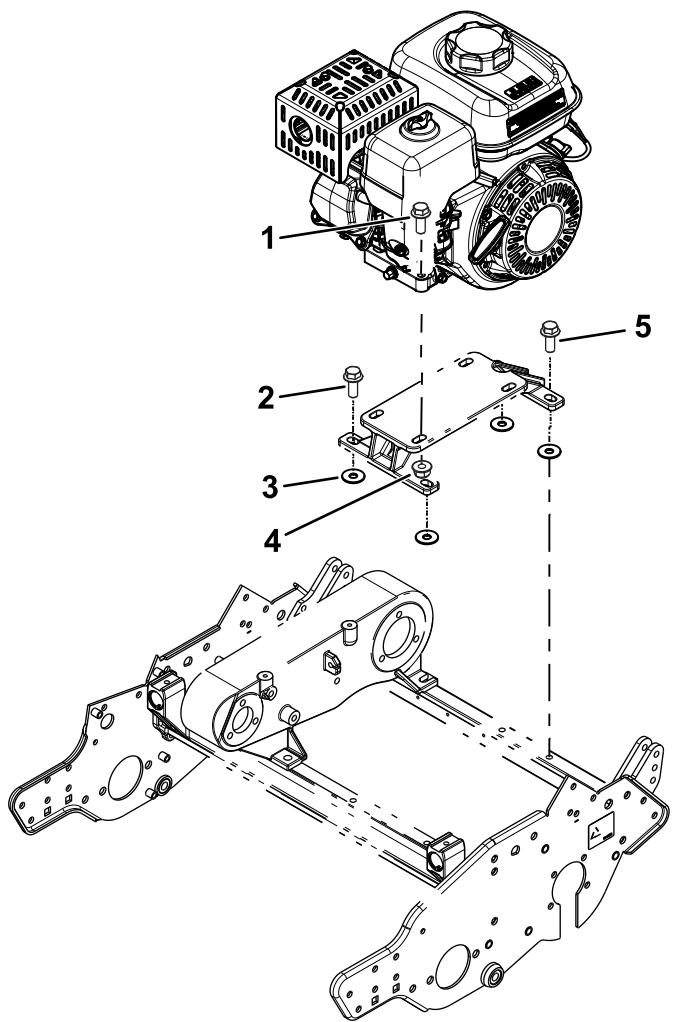
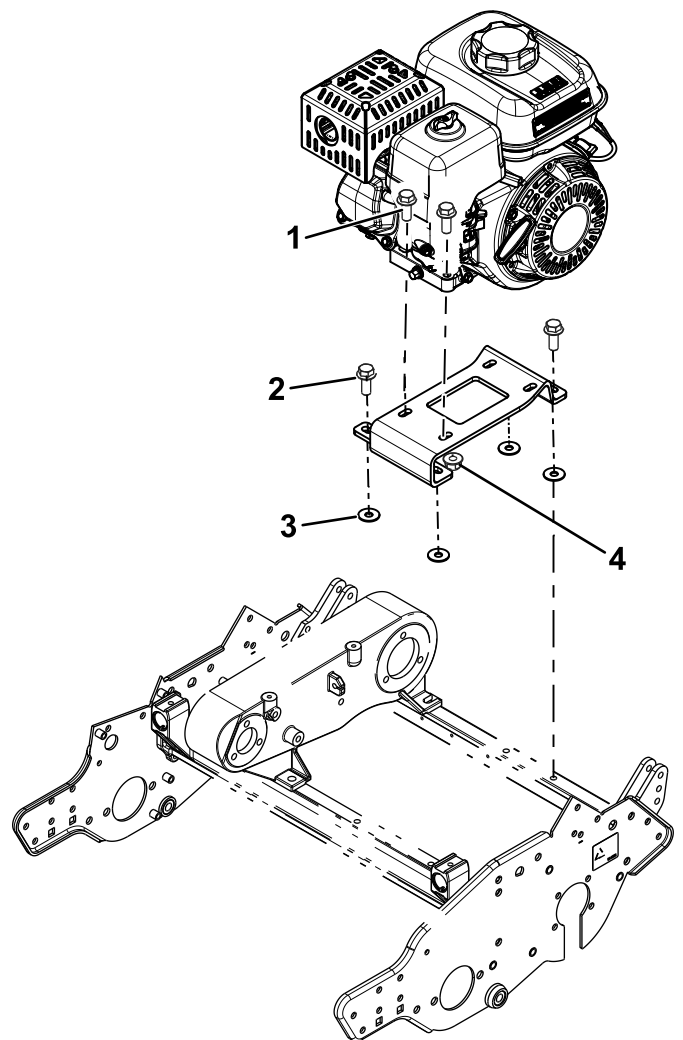

Figura 4
Figura 5
3. Para modelos do ano de 2012 a 2014: Instale o suporte de montagem do motor na máquina previamente removido com os parafusos previamente removidos e quatro anilhas (3/8 pol. x 1 1/8 pol.) como se mostra na Figura 4.
Instale, sem apertar, o parafuso traseiro esquerdo do motor (mostrado na Figura 4).
4. Para modelos do ano de 2008 a 2011: Instale o suporte de montagem do motor fornecido com este kit na máquina com os parafusos previamente removidos e quatro anilhas ($\frac{3}{8}$ pol. x 1 $\frac{1}{8}$ pol.) como se mostra na Figura 5.
Instale, sem apertar, o parafuso frontal esquerdo do motor (mostrado na Figura 5).
5. Monte o motor no suporte de montagem do motor utilizando os parafusos e porcas previamente removidos (Figura 4 e Figura 5).
15. Para os modelos do ano 2012 a 2014: retire o parafuso traseiro esquerdo da base do motor (Figura 4) e utilize o parafuso para prender o grampo em R e cabo do acelerador à base do motor.
16. Para os modelos do ano 2008 a 2011: retire o parafuso traseiro esquerdo da base do motor (Figura 5) e utilize o parafuso para prender o grampo em R e cabo do acelerador à base do motor.
18. Aperte todos os parafusos de montagem do motor e do suporte de montagem do motor (Figura 4).